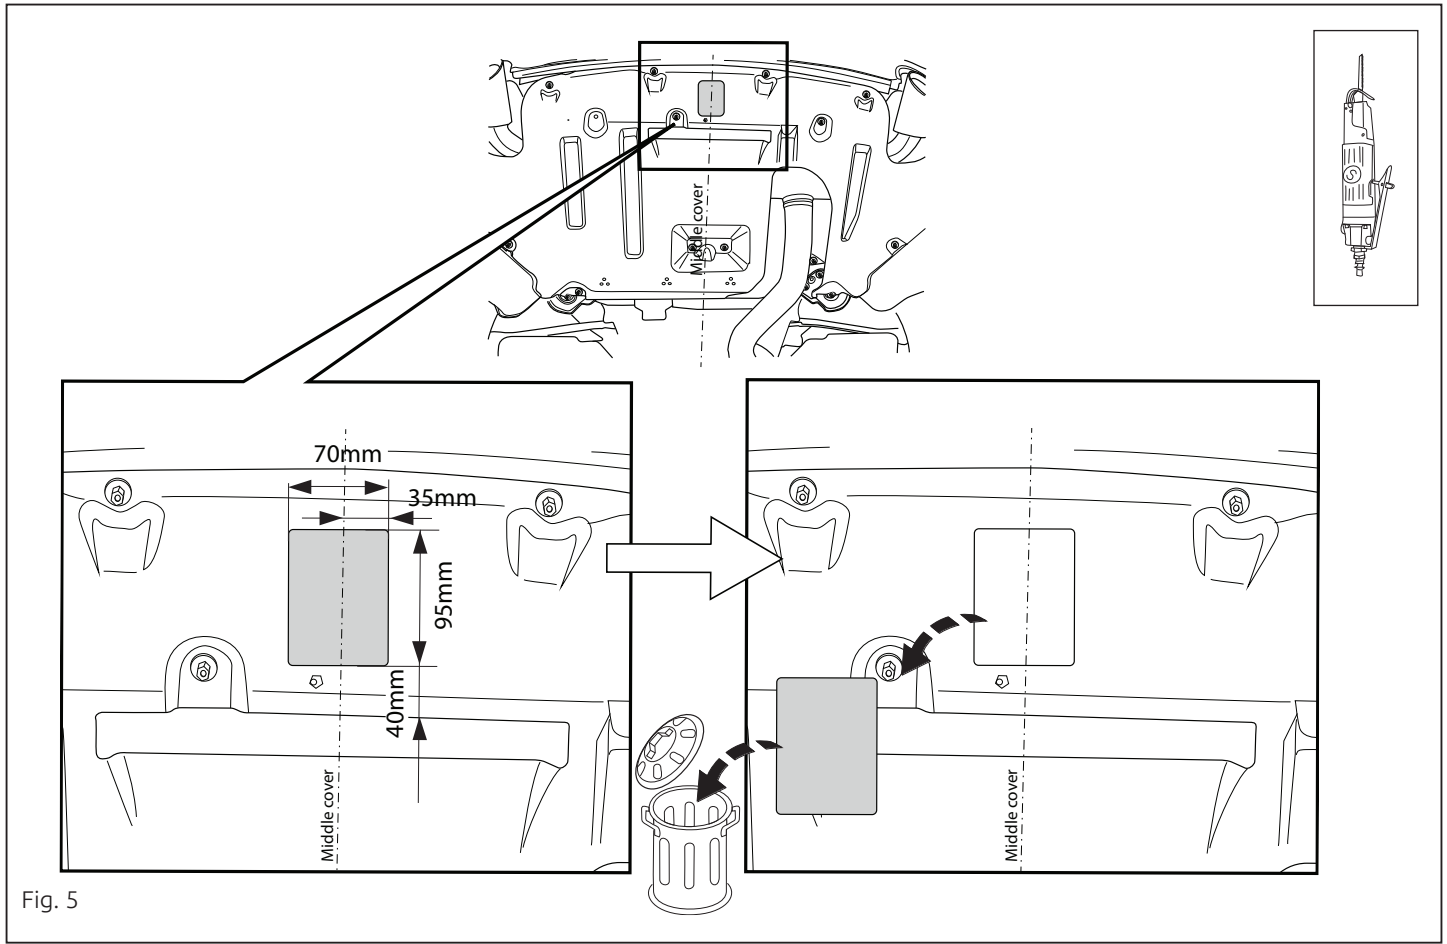

Fig. 5
8. Выпилить обозначенную часть, как указано на рис. 5, 5а.